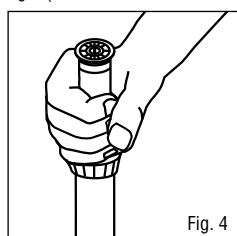

Fig. 4
2. Girar el vástago solamente (Fig.4) para alinear el punto de la parte superior de la tobera con el lado derecho de la zona a regar (mirando desde atrás del difusor).